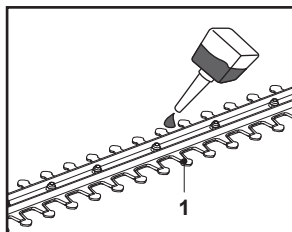

Fig. 9
9. Si el dispositivo de corte (hoja) (1) se sobrecalienta durante su uso, lubrique las superficies interiores de la hoja (Fig. 9).
1. Mantenga el dispositivo de corte (hoja) (1) limpio y sin restos de suciedad. Retire los recortes con un cepillo.
2. Aplique una pequeña cantidad de un lubricante adecuado en el dispositivo de corte (hoja) para mantener un buen rendimiento de corte (Fig. 9).